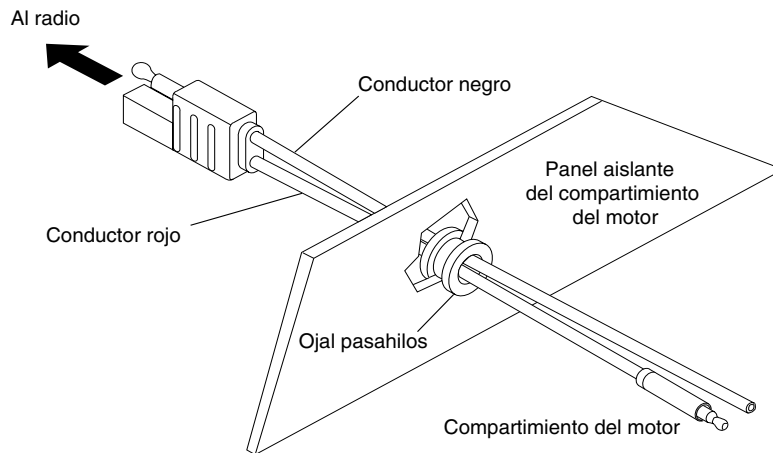

Figura 2-1. Tendido del cable de alimentación dentro del compartimiento del motor
3. Desde el interior del vehículo, haga pasar los conductores rojo y negro (sin los terminales de conexión) a través del agujero de acceso hacia el compartimiento del motor. (Ver Figura 2-1).